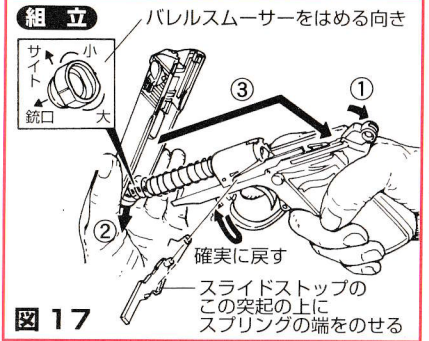

図 17
組立 ⇒図17参照
- ※スライドストップとそのスプリングがはずれた場合、図17を参考にていねいに組み付けてください。またニューPPK/Sのスライド内前方(アウターバレルが通る部分)にはバレルスモuserが圧入されています。もしはずれた場合は 図17 を参考にはめてください。